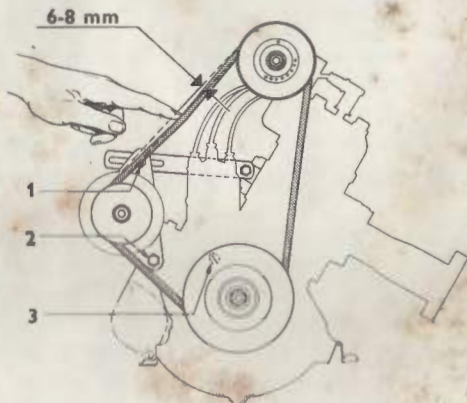

Bild 27. Justering av remspänning.
Generatoren är placerad till höger på motorn och drives av en kilrem från vevaxelns remskiva. Skulle remmen slakna, spännes den genom att skruvarna 1 och 2, bild 27, lossas och generatoren pressas utåt. Remmen bör vara så spänd, att dess mittdel mellan remskivorna kan tryckas ungefär 6—8 mm i sidled, se bilden. Spänn inte remmen för hårt, ty detta belastar generatorlagren och dessutom förslits remmen hastigt.
1. Fördelarlocket skall vara demonterat och brytarspetsarna justerade. Vrid vevaxeln, tills märkningen på remskivan, 3, sammanfaller med märkningen på vevhuset under tändfördelaren, se bild 27. Kolven i mittcylindern befinner sig nu i övre dödläget.